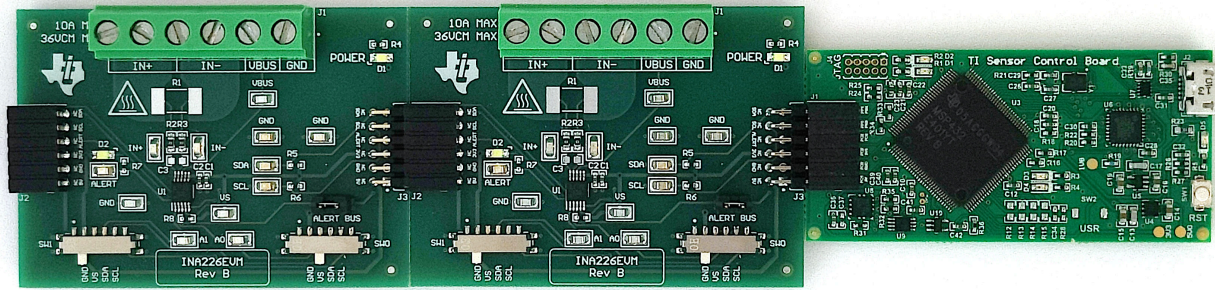

图 4-2. 多个 EVM 连接到 SCB 控制器
- a. 连接相同类型的多个 EVM 时，请参阅图 4-2。
如果使用多个 EVM，如图 4-2所示进行连接。确保对每个器件使用不同的 I2C 地址。GUI 最多仅支持总共 4 个 EVM。